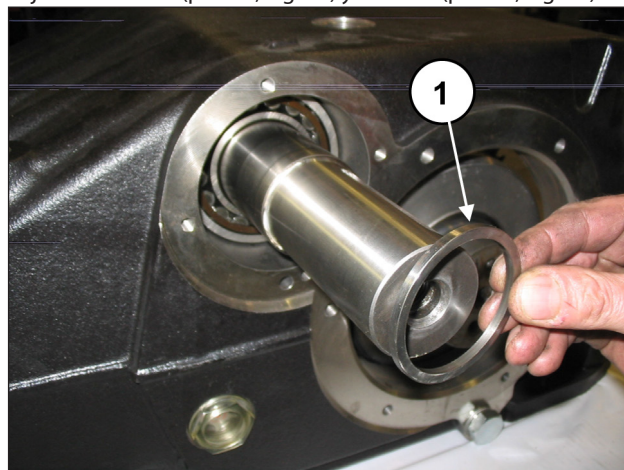
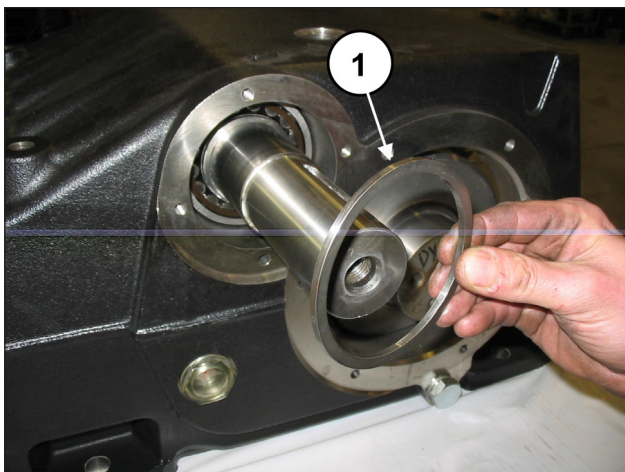

Fig. 59
Fig. 60
Desde ambos lados, introducir los distanciadores de los cojinetes interno (pos. ①, Fig. 59) y externo (pos. ①, Fig. 60).